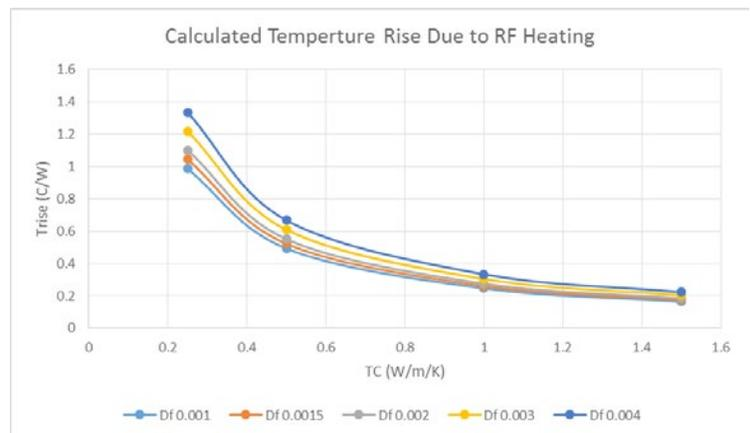

图 5：温度升高与热导系数的关系
我们通过仿真可以发现，在常用的板材中，通过降低板材的 Df 值来降低温升的方法，没有选用更高导热率 (TC) 的方法有效，如图 5。尽管在不同材料的介质损耗会最终影响电路的插入损耗，导致产生不同的热量，但相比较，材料的导热系数对于温度变化更为明显。对于相同导热系数值情况下，例如 0.4 W/m·K，介质损耗 Df 从 0.001 到 0.004 引起的温度上升仅约为 0.22 °C /W。然而，即使 Df 同为 0.001 的材料，导热系数 0.2 W/m·K 到 1.5 W/m·K 的变化却可引起温度降低 0.82 °C /W。如果电路的输入功率是 50 W，那么温度可降低约 40 °C。